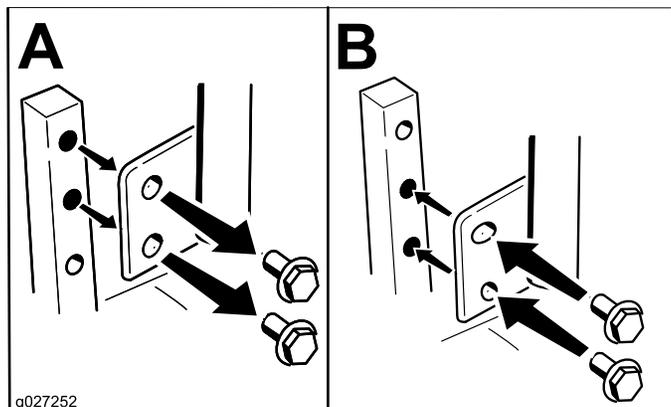

Figure 20
La hauteur des leviers de commande de déplacement peut être ajustée en fonction de la taille de l'utilisateur (Figure 20).
2. Desserrez le boulon inférieur jusqu'à ce qu'il soit possible de pivoter le levier de commande en avant ou en arrière (Figure 20). Serrez les deux boulons pour fixer la commande à sa nouvelle position.